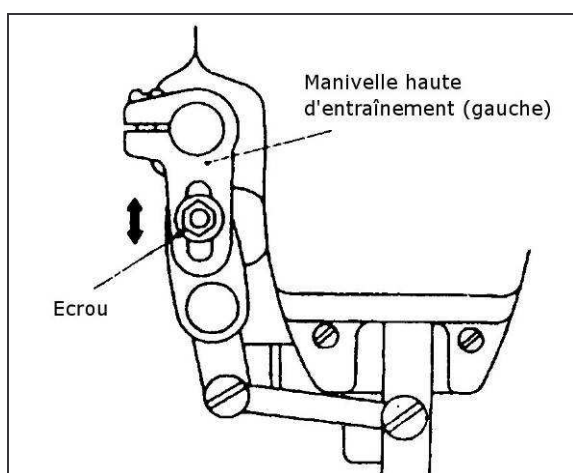

Figure 13
4) Réglage en hauteur du pied entraîneur (Fig. 13) :